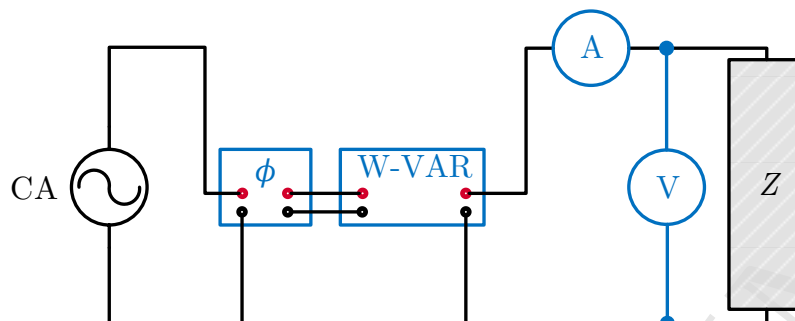

Figura 3: Circuito con carga desconocida para corrección del FP.
6. Armar el circuito mostrado en la Figura 3. La impedancia Z es de un valor desconocido.